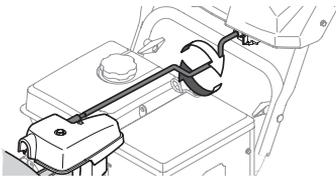

Figure 71
4. Tenez la portion recourbée de la tige de commande et faites pivoter la goulotte manuellement vers la droite ou vers la gauche. Voir Figure 71.